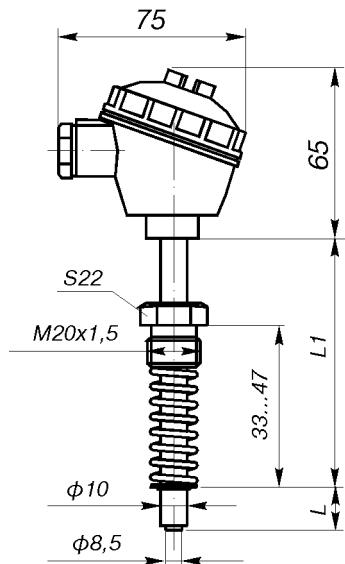

Рис.5.
**Материал головки (рис.5):** алюминиевый сплав.
#### Ряд монтажных длин для преобразователей термоэлектрических по рис. 5